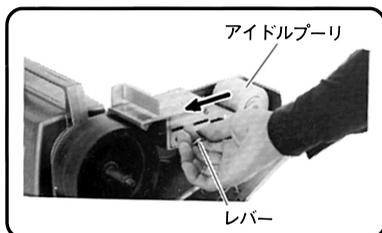

図 16
- (2) 指でレバーをアイドルプーリ側に移動すると、アイドルプーリは矢印方向に移動し、研磨ベルトが掛けやすくなります。(図16)